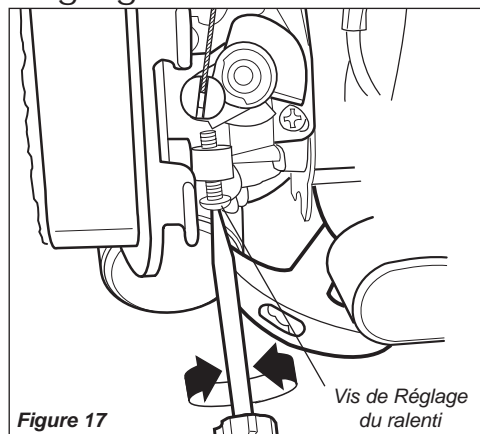

Figure 17
2. Si l'accessoire de coupe tourne lorsque le moteur tourne au ralenti, réduire la vitesse de ralenti en tournant la vis de réglage du ralenti en sens antihoraire. Voir figure 17.